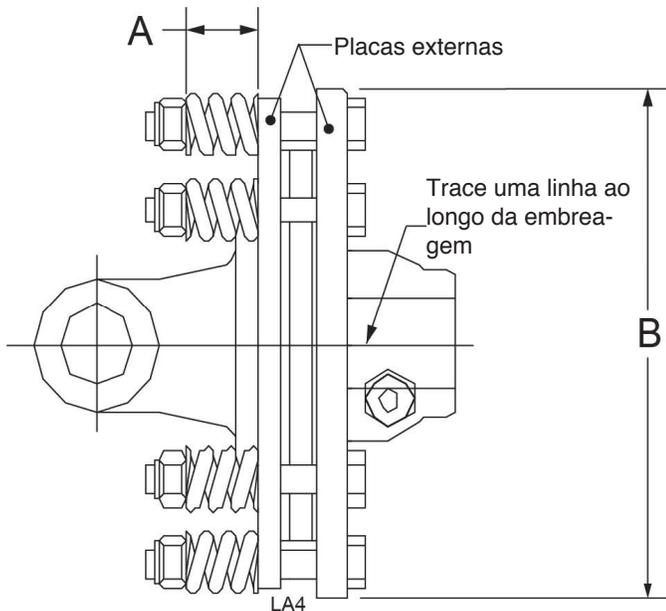

Figura 14. Ajuste da Embreagem Deslizante
3. Marque as placas externas da embreagem de disco deslizante como mostrado na Figura 14.